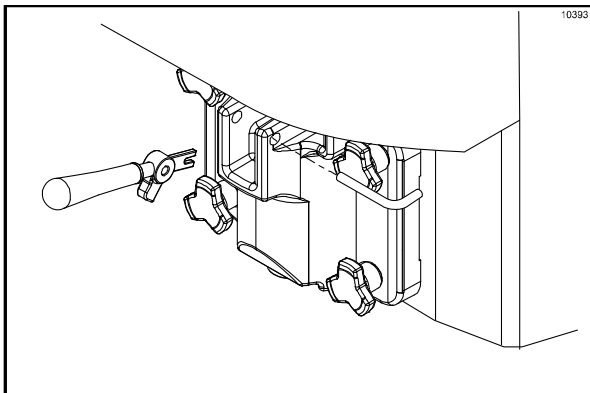

Abbildung 139
11. Zapfventil anbringen. Zapfhebelgabel in den Schlitz des Zapfventils einsetzen. Mit dem Drehzapfen sichern. (Siehe Abbildung 139.)